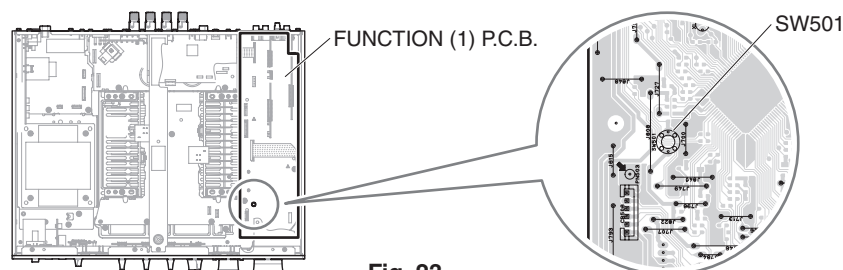

Fig. 23
2. While pressing the SW501 on FUNCTION (1) P.C.B., press the "⏻" (power) switch. (Fig. 23)
2. FUNCTION(1) P.C.B. の SW501 を押しながら "⏻" (電源) スイッチを押します。 (Fig. 23)